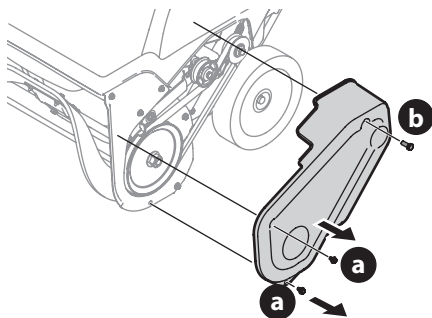

Figure 28
4. Retirez les deux boulons (a) et le boulon de blocage (b) qui fixent le couvercle de courroie au châssis, puis enlevez le couvercle (Figure 28).